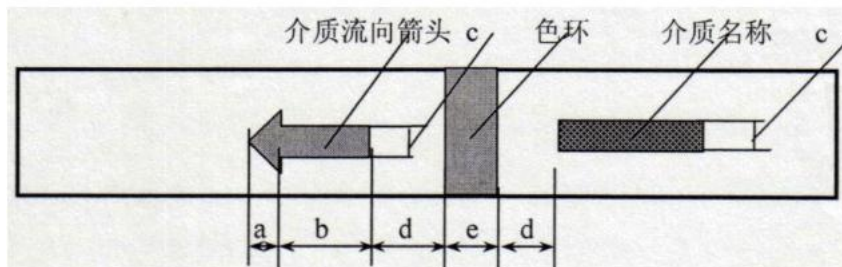

图2.1 管道的色环、介质名称和介质流向箭头的位置和形状
- (1) 管道的弯头、穿墙处及管道密集、难以辨别的部位，必须涂刷色环、介质名称及介质流向箭头。
- (2) 管道的色环、介质名称和介质流向箭头的位置和形状如图2.1所示，图中的尺寸数值见表1.1，介质流向箭头的尖角为 60° 。